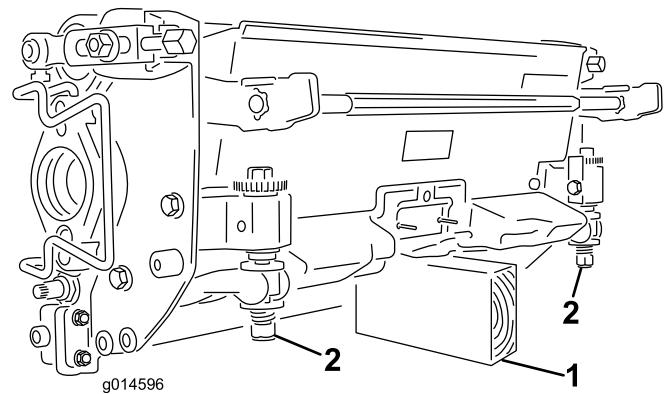

Figura 10
**Importante:** Quando occorre inclinare l'elemento di taglio per accedere alla controlama o al cilindro, sostenete la parte posteriore dell'elemento in modo tale che i dadi sul retro delle viti di regolazione della barra di appoggio non poggino sul piano di lavoro (Figura 10).